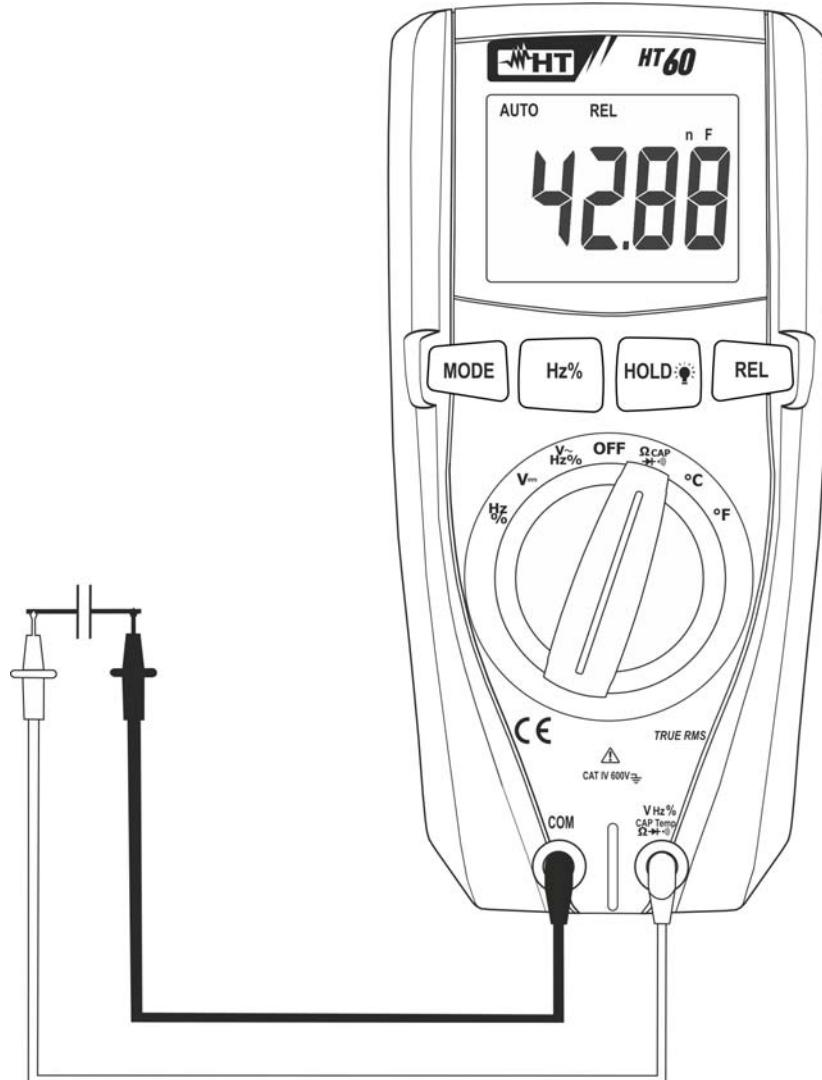

Abb. 7: Verwendung des Gerätes für Kapazitätssmessung
5. Verbinden Sie die Messleitungen mit den beiden Enden des zu messenden Kondensators und dabei achten Sie, auf die positive (rotes Kabel) und negative (schwarzes Kabel) Polarität (siehe Abb. 7). Der Kapazitätswert erscheint auf dem Display.